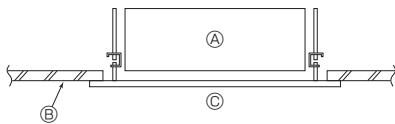

Fig. 3-8
3.7. Ana Üitenin Konumunun Doğrulanması ve Askı Civatalarının Sıkılması (Fig. 3-8)